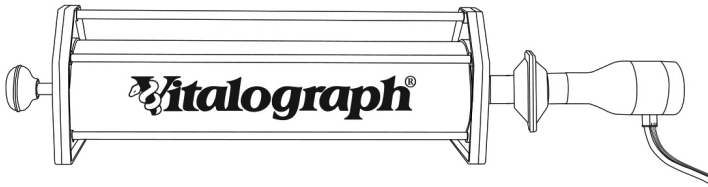

Abbildung 4: Überprüfung der Kalibrierung
- Befestigen Sie den Messkopf mit einem gemäß Abbildung 4 angebrachten BVF an der Pumpe.